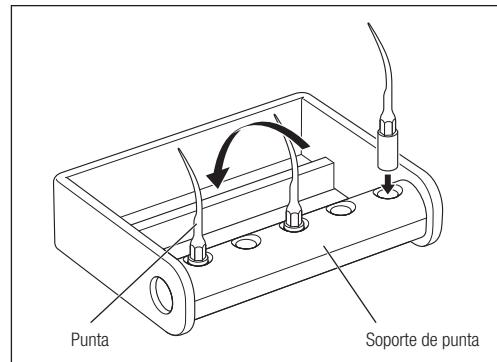

Fig. 60
- El soporte de punta puede esterilizarse con autoclave. Puede esterilizarse un máximo de 5 puntas a la vez. Gire el soporte en la dirección de la flecha de modo que las puntas queden en la caja de esterilización (Fig. 60).